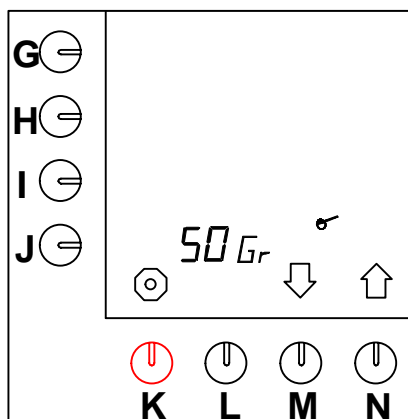

Fig. 48 Inställning kaffeberäknare
- Tryck på valtangenten (N.)↑ tills fig. 48 visas på displayen.